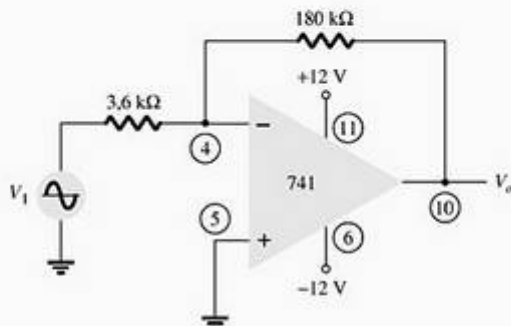

Figura 14.47 Problema 1.
1. Calcule a tensão de saída do circuito da Figura 14.47 para uma entrada de $V_i = 3,5$ mV rms.